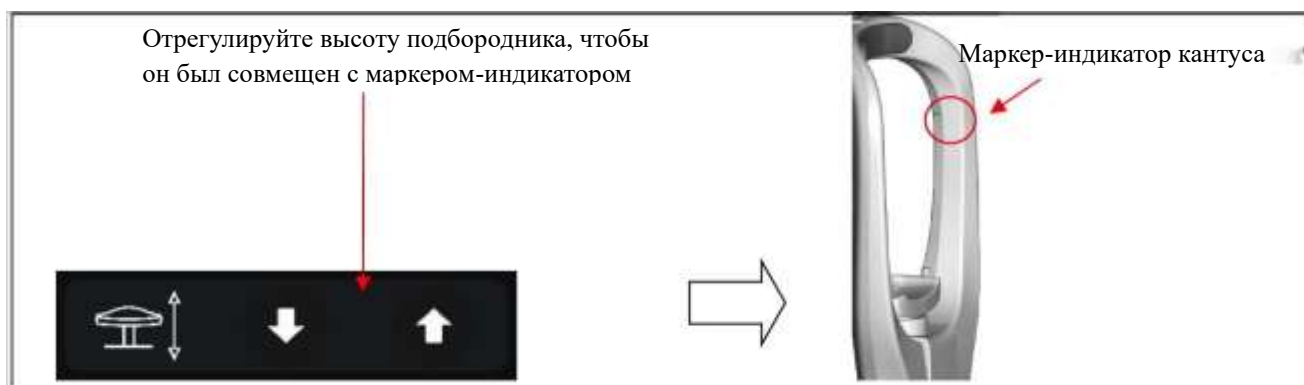

Рис. 19.3
- 5) Перед использованием кнопки регулировки высоты подбородника (рис. 19.3) убедитесь, что глаза пациента выровнены относительно маркера-индикатора кантуса на основании упора для лба.